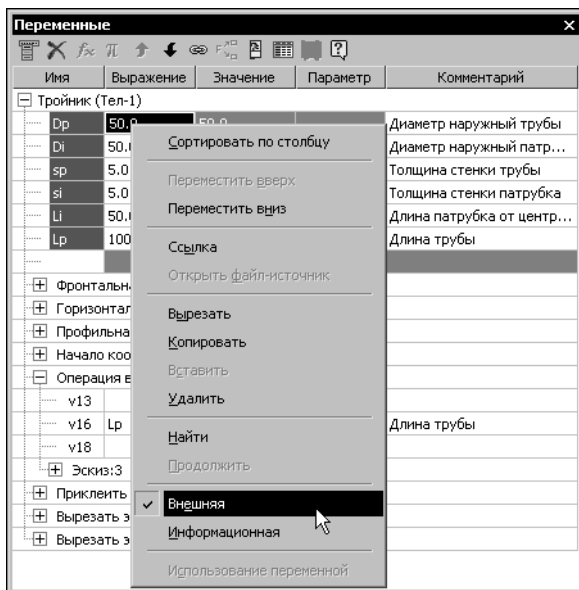

Рис. 110.9. Контекстное меню переменных
- ▼ Информационная переменная главного раздела — это переменная, которой вручную присвоен статус «информационная». Для присвоения переменной этого статуса необходимо вызвать команду **Информационная** из контекстного меню переменных главного раздела (см. рис. 110.9 на с. 302). Ячейка имени информационной переменной главного раздела имеет желтый цвет. Если информационная переменная имеет также статус «внешняя», то цвет ее ячейки — зеленый.
Чтобы сделать переменную внешней, вызовите из контекстного меню команду **Внешняя**. Если переменная внешняя, то слева от названия команды в меню отображается «галочка» (рис. 110.9).